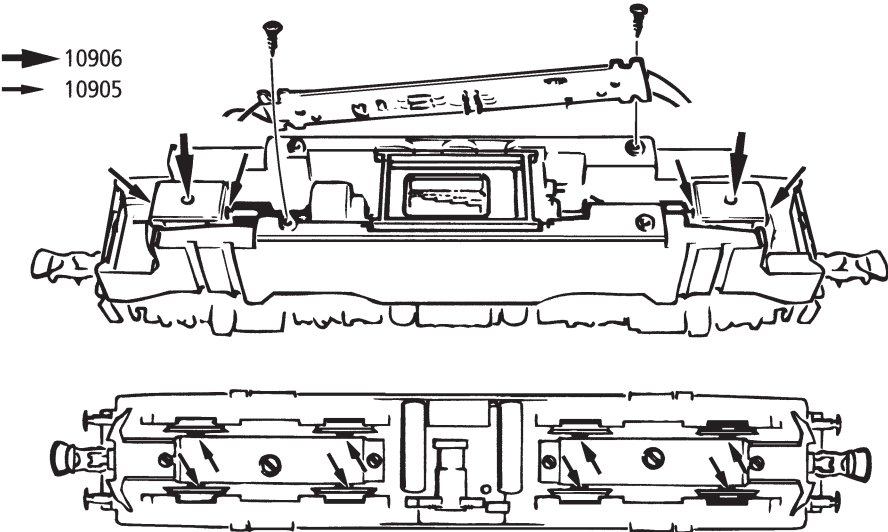
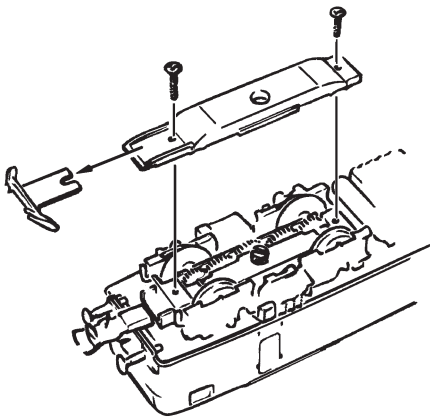

Fig. 6
Fig. 7
3. Haftreifenwechsel: Zuerst den Getriebedeckel abnehmen (Fig. 6). Danach den **Radsatz** herausnehmen und die **Haftreifen** mit einer Nadel od. mit einem feinen Schraubendreher abziehen (Fig. 7). Beim Aufziehen der neuen Haftreifen darauf achten, dass diese sich nicht verdrehen.
3. Change of traction tyre: Remove the gear cover (fig. 6). Take out **wheel set** and remove **traction tyre** using a pin or a fine screwdriver (fig. 7). When pressing on the new traction tyre please **avoid twisting it**.
1. Nettoyage des lames de courant aux roues: Les lames de contacts risquent de s'encrasser rapidement sur des voies poussiéreuses. Veuillez **enlever la poussière** aux endroits marqués à la fig. 6 à l'aide d'un petit pinceau souple.
3. Échange des bandages d'adhérence: Démontez d'abord le **couvercle du carter des engrenages** des engrenages (fig. 6). Délogez ensuite les essieux bandagées et enlevez, à l'aide d'une aiguille ou d'un tournevis fin, les bandages d'adhérence (fig. 7). Lors du montage des nouveaux bandages veuillez veiller à ce que les bandages **ne soient pas tordu**.